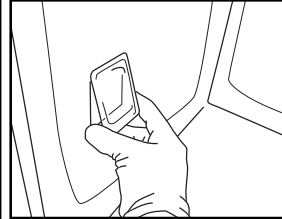

Bild 9
5. Placera tillbaka lampskyddet och tryck det mot väggen för att det skall fästa korrekt (Bild 9).